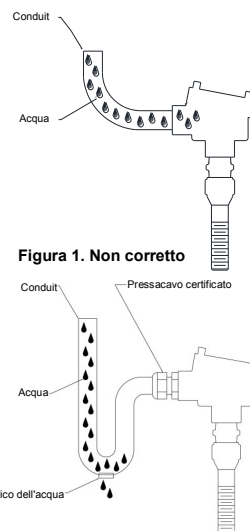

Figura 1. Non corretto
- Tutte le apparecchiature elettriche collegate tramite conduit, compresi gli interruttori GO Switch serie 70 con gruppi di testine di connessione, devono essere sigillate per impedire l'ingresso di acqua attraverso il sistema di conduit. La figura 1 mostra una situazione frequente: il sistema di conduit si è riempito di acqua e nel corso del tempo ciò può provocare un guasto prematuro dell'interruttore. Come risulta dalla figura 2, sulla terminazione del gruppo dell'interruttore può essere installato un dispositivo di entrata cavi filettato certificato (fornito dall'utente) in conformità alle istruzioni del produttore.